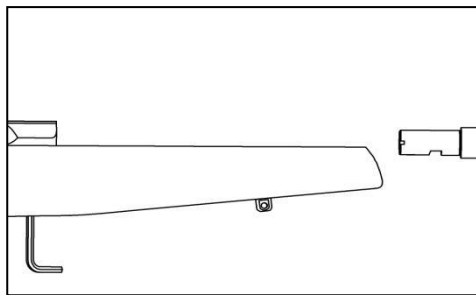

рис.5
- Убедитесь, что хвостовик ствола и его торец, примыкающий к ствольной коробке, а также передний торец ствольной коробки, не загрязнены. В противном случае, это приведет к невозможности сборки или повреждению оружия при стрельбе или, даже, к несчастному случаю (рис.5).
- Вставьте ствол в ствольную коробку. Вырезы на казенной части ствола должны быть направлены вниз (рис.5).